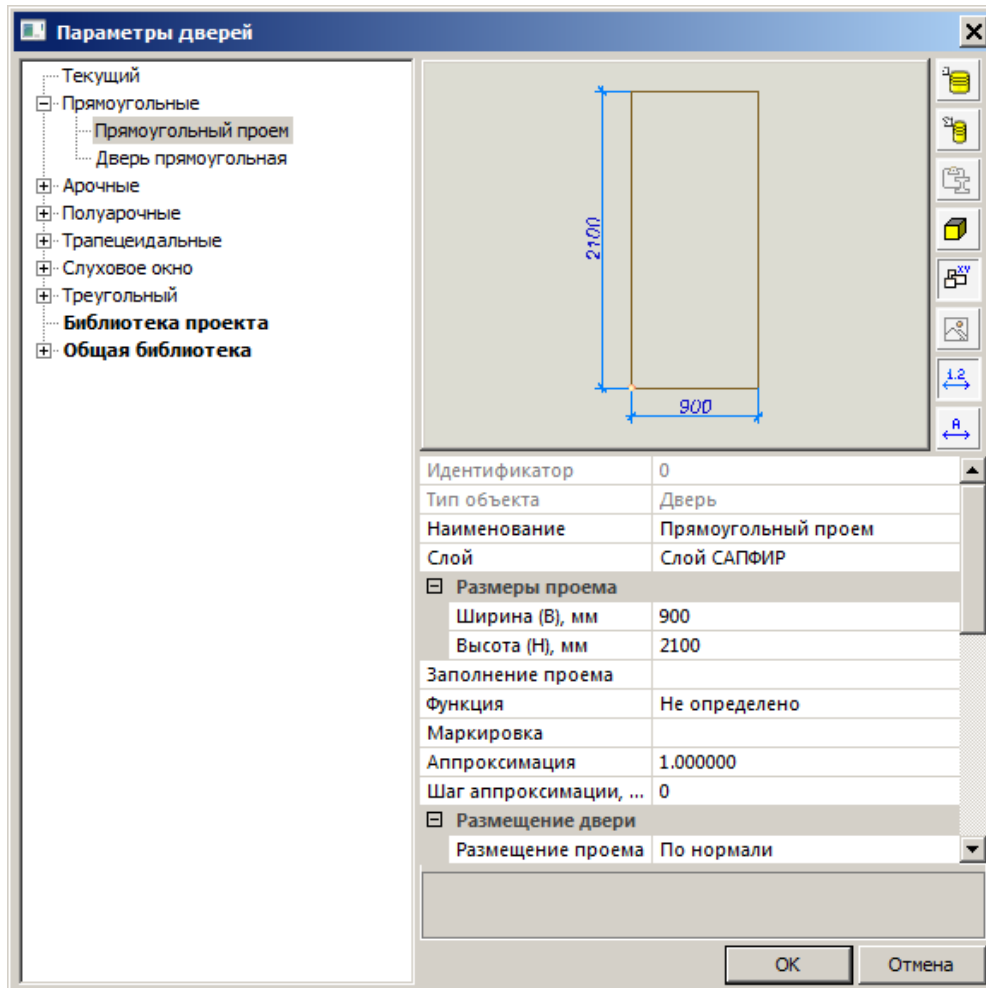

Рис.23.10. Диалоговое окно **Параметры дверей**
- В строке свойств инструмента Дверь щелчком по кнопке  вызовите диалоговое окно **Параметры дверей** (рис.23.10).